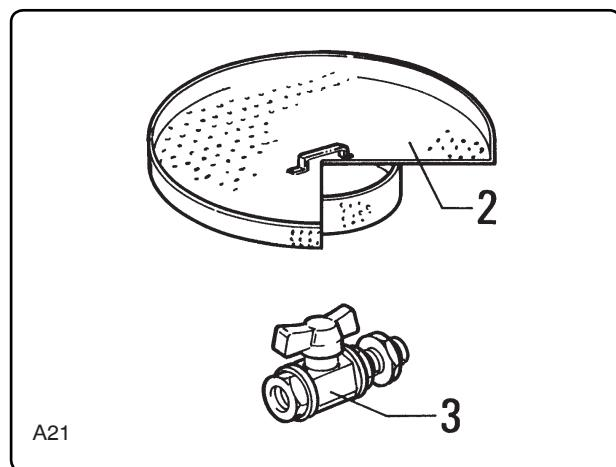

Fig. 6.4.2
**6.4.2 - Griglia di decantazione (fig. 6.4.2)**
**6.4.2 - Retention plate (fig. 6.4.2)**
**6.4.2 - Rejilla de decantación (fig. 6.4.2)**
**6.4.2 - Zeefplaat (afb. 6.4.2)**